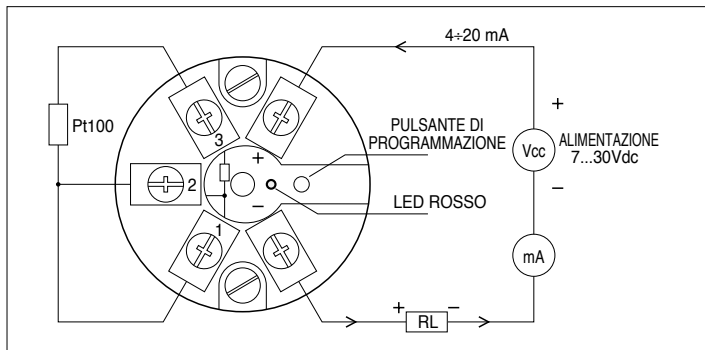

Fig. 2 Schema di collegamento e programmazione dei trasmettitori.
Uscita	4...20 mA (oppure 20...4 mA) 22 mA in caso di errata programmazione o temperatura fuori range nota 1 e Fig. 2
La Fig. 2 riporta gli schemi di collegamento dei trasmettitori nel loop di corrente. Per ottenere la massima precisione, la connessione al Pt100 deve essere fatta a 3 fili e con fili dello stesso diametro per garantire la stessa impedenza in ciascun collegamento. Con il simbolo RL (load) si rappresenta un qualsiasi dispositivo inserito nel loop di corrente vale a dire un indicatore, un controllore, un data logger o un registratore.
1. Connettere il trasmettitore da programmare come mostrato in Fig. 2 e impostare il calibratore Pt100 alla temperatura richiesta per i 4 mA (ad esempio supponendo di voler impostare il range -50...+200°C, si imposterà il calibratore a -50°C o equivalentemente si collegherà una resistenza di 80,31Ω tra i terminali 1 e 3 con 1 e 2 in cortocircuito).